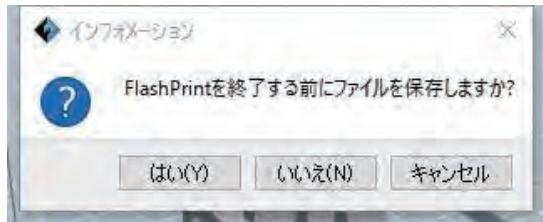

図 6-23
① メニューバーの [ ファイル ] - [ 新しいプロジェクト ] をクリックし、或いは Ctrl+N のショートカットキーを押して、空白の項目を新規することができます。元の項目に保存しなかった変更があれば、変更を保存するか否かの提示が現れます。(図 6-23)